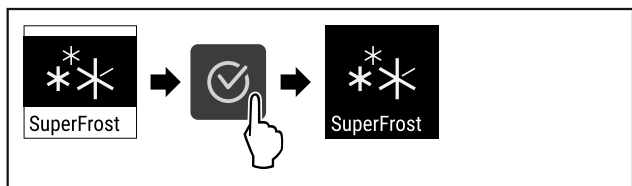

Fig. 65
- ▶ Hajtsa végre a művelet lépéseit (lásd Fig. 65).